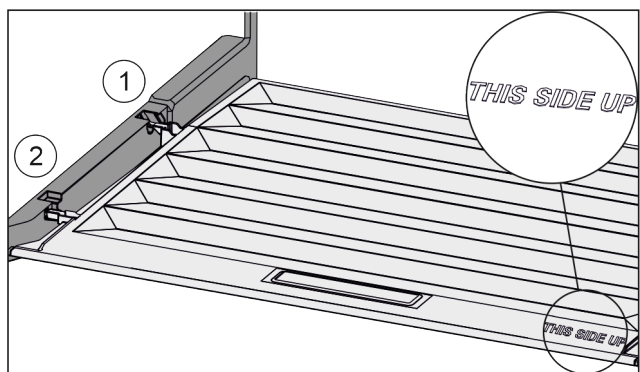

Fig. 60
- Introduire les rainures du couvercle par l'orifice du support arrière Fig. 60 (1) et les enclencher à l'avant dans le support Fig. 60 (2).